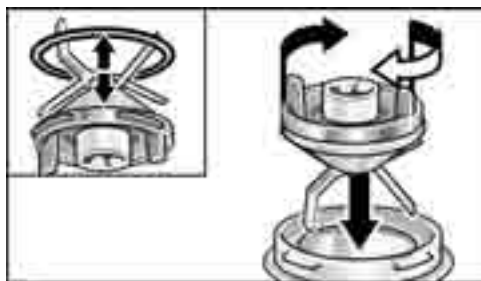

Figure 11
2. Pour assembler ou réassembler l'embase à lame dans le mixeur, insérez l'embase à lame dans ce dernier puis poussez-la dedans. Tournez dans le sens des aiguilles d'une montre jusqu'à la butée (voir fig. 11). L'embase à lame se retrouve en place.